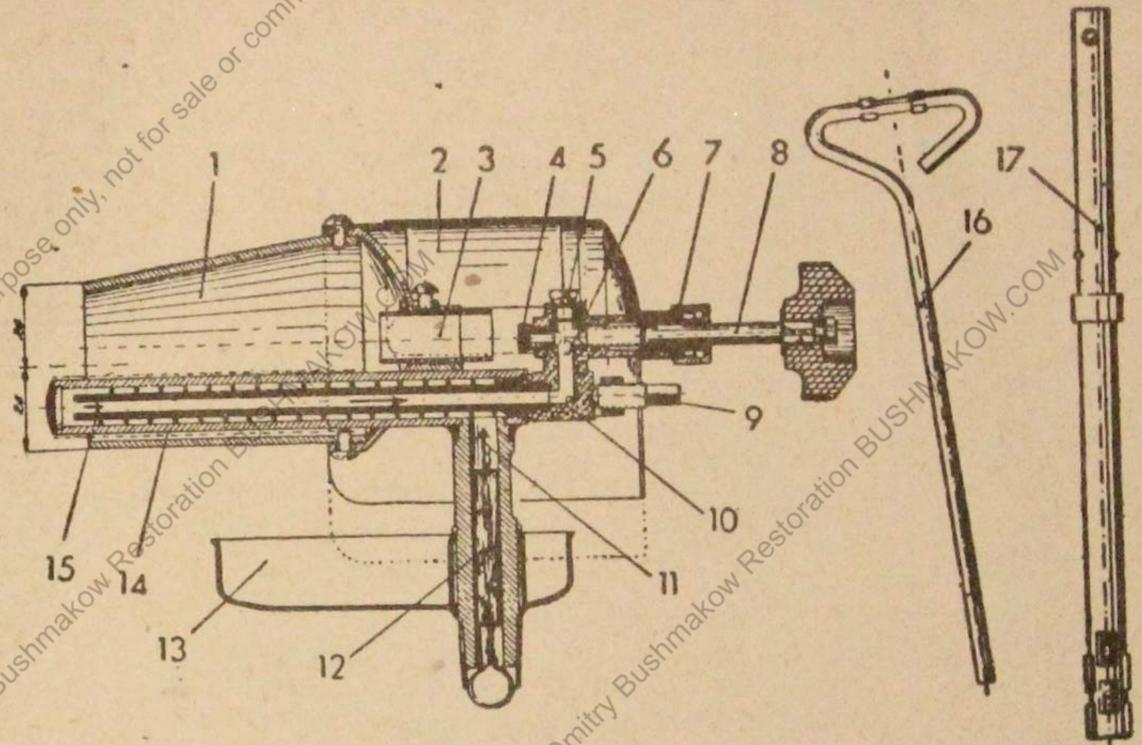

Bild 6 Heizbrenner Tecalemit
29. Heizbrenner Tecalemit, Bild 6.